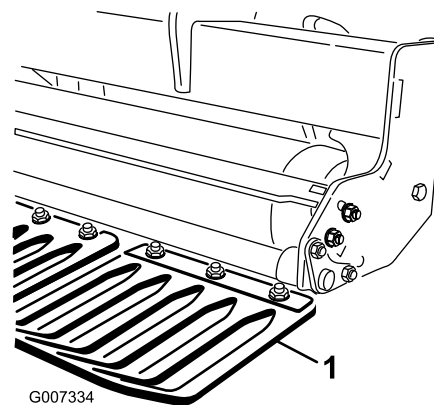

**Figura 35**
1. Allentate i bulloni e i dadi che assicurano il carter laterale al telaio (Figura 35).